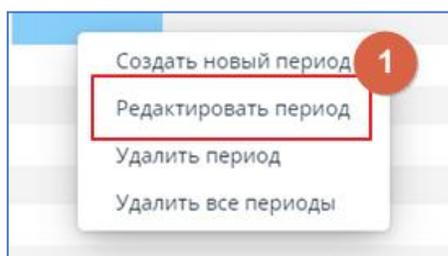

рис. 11.7. Изменение периода планирования ремонта
- Выбрать **Редактировать период** (см. рис. 11.7.).